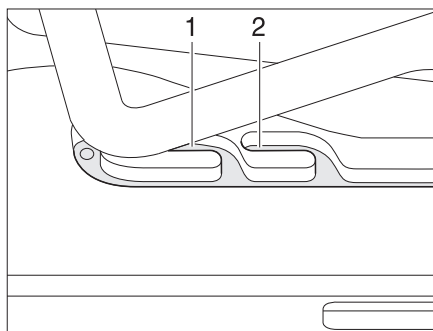
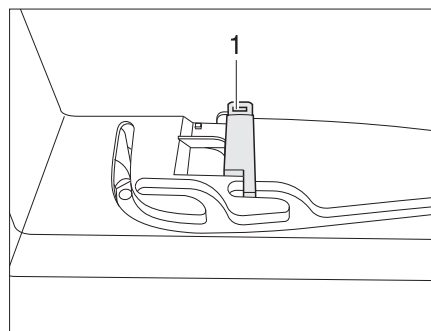

Fig. 93 Claraboya Heki en posición de ventilación
Fig. 94 Bloqueo de la posición de ventilación
La claraboya Heki se puede colocar en dos posiciones de ventilación: Posición de mal tiempo (Fig. 93,1) y posición mediana (Fig. 93,2). Según el modelo, la claraboya podrá ser bloqueada en la posición mediana con el pestillo (Fig. 94,1).
- Presionar el estribo ligeramente hacia arriba y empujarlo en la guía seleccionada (Fig. 93,1 ó 2) y, si fuera necesario, bloquearlo.